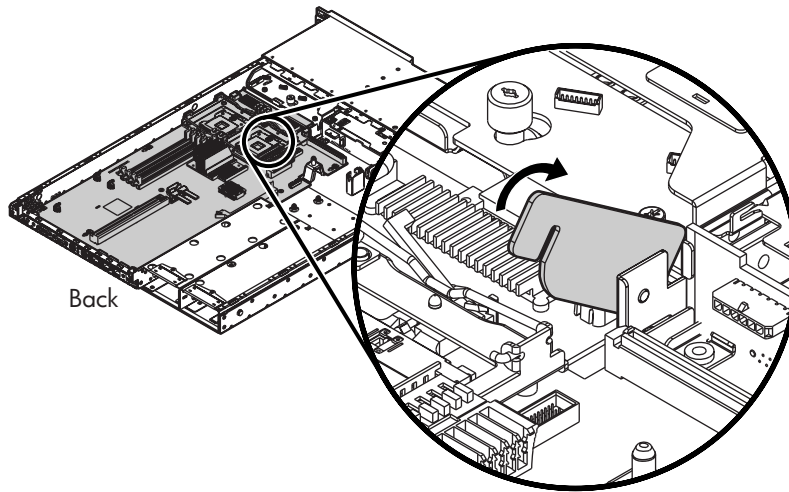

Abbildung 70 Anheben der Prozessorhalterung
4. Drehen Sie die Prozessorhalterung nach oben (Abbildung 70).